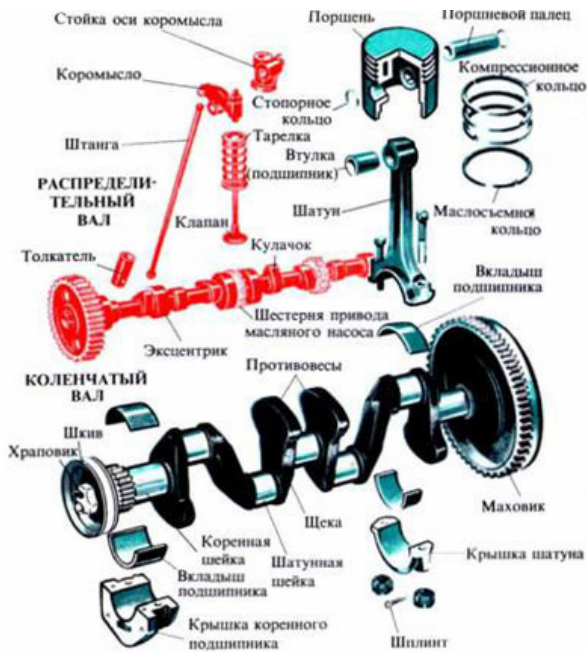

Рис. 3. Детали кривошипно-шатунного и газораспределительного механизмов ДВС
6. На своём рисунке подпишите названия деталей двигателя, используя рис. 3.